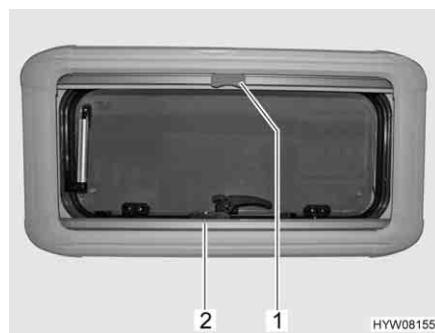

Fig. 47 Finestra apribile
- Afferrare la tendina oscurante pieghevole (Fig. 47,2) per la parte centrale della barra di presa, tirarla dal basso verso l'alto e rilasciarla nella posizione desiderata. La tendina oscurante pieghevole rimane in questa posizione.
- Tirare la zanzariera a rullo per la maniglia (Fig. 47,1) verso il basso fino a quando non si trova in contatto con la tendina oscurante pieghevole (Fig. 47,2).
- Premere la maniglia (Fig. 47,1) della zanzariera a rullo.